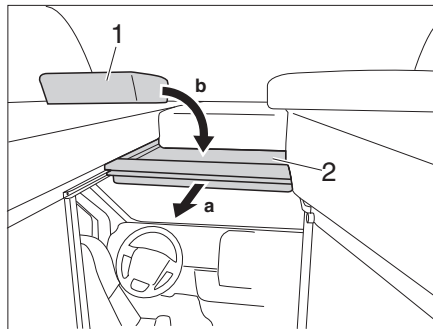

Fig. 55 Separazione cabina di guida
- Tirare in avanti la struttura di supporto letto (Fig. 55,2) afferrandola per la maniglia.
- Collocare il cuscino (Fig. 55,1) sulla struttura di supporto letto.
- Spostare lateralmente il cuscino (Fig. 55,1)
- Spingere indietro la struttura di supporto letto (Fig. 55,2).